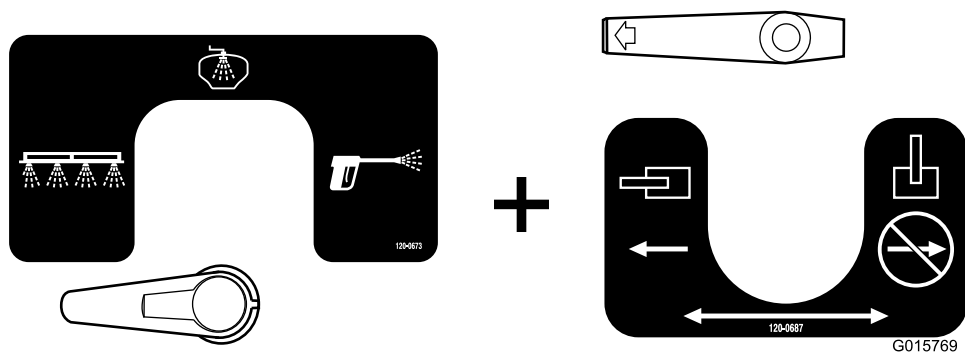

Figura 55
- Questa è la disposizione del braccio (Figura 55). Utilizzatela per spruzzare l'acqua di lavaggio dai bracci.